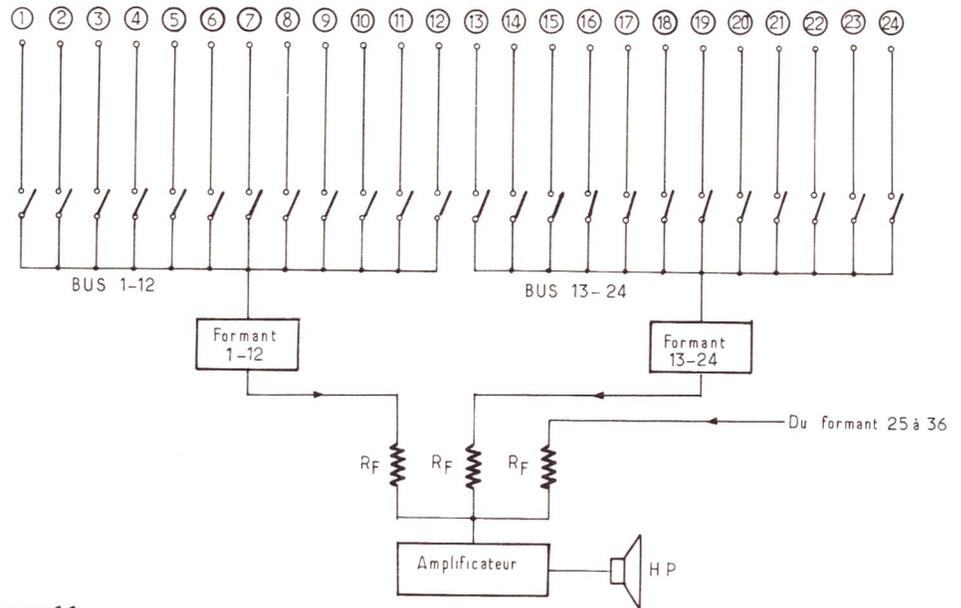
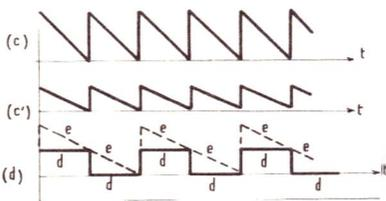

Figure 11
Figure 13
Les sorties (1) et les suivantes, seront alors branchées aux BUS multiples, comme indiqué à la figure 11, pour les deux premiers groupes 1 à 12, 13 à 24.
Remarquons que l'emploi des résistances, comme celles de synthèse (fig. 9) et de celles de mélange et séparation de la figure 11, a pour effet de réduire les signaux d'où nécessité de faire appel à des amplificateurs à tension d'entrée plus faible, autrement dit, à plus grand gain.
Remarquons que le signal (C) en dents de scie à  $f = f_0/2$ , est d'amplitude double de celle du signal de sortie de forme rectangulaire obtenu à la sortie suivante du même diviseur de fréquence. Cela est indiqué à la **figure 13**, en (C). Comme le signal rectangulaire suivant, à  $f = f_0/4$  a la même amplitude que celui à  $f = f_0/2$ , il sera nécessaire de réduire l'amplitude du signal (C) à la moitié de sa valeur, pour obtenir le signal (C') qui, additionné au signal (d) à  $f_0/4$  donnera à nouveau, un signal en dents de scie (e), à  $f_0/4$  également. Bien entendu, ce signal sera réduit, lui aussi de moitié et ainsi de suite jusqu'à la dernière opération de modification de la forme des signaux rectangulaires sortant d'un diviseur de fréquence. Disposant, ensuite, des 12 n signaux en dents de scie, on pourra les appliquer, par groupes de 12, 18, 24, 36, etc. aux formants, comme on l'indique à la figure 11.